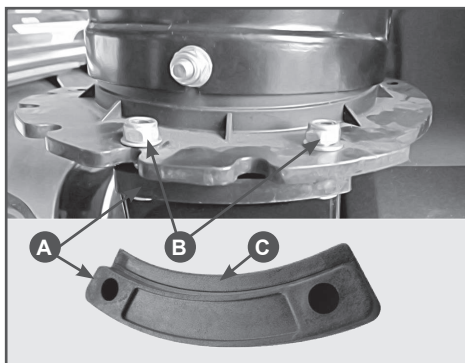

Рис.3 Установка желоба
2. Установите желоб для выброса снега на кожух шнеков (Рис.3) и зафиксируйте его болтами (B) через прокладки (A).
При установке желоба, прокладки (A) выступами (C) (Рис.3) устанавливаются вверх.